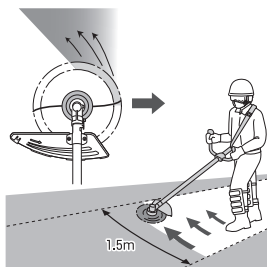

Fig. 14
- Coupez l'herbe de gauche à droite. L'herbe coupée sera rejetée loin de votre corps, ce qui minimise le transfert de matières sur vos vêtements. (Fig. 14)